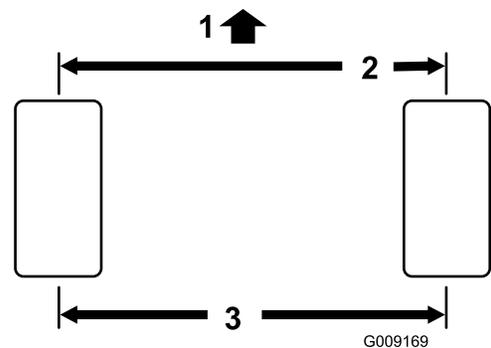

Figura 47
1. Misurate l'interasse (all'altezza dell'assale) sulla parte anteriore e posteriore degli pneumatici di sterzo. La misurazione anteriore deve risultare di 3 mm inferiore a quella posteriore (Figura 47).